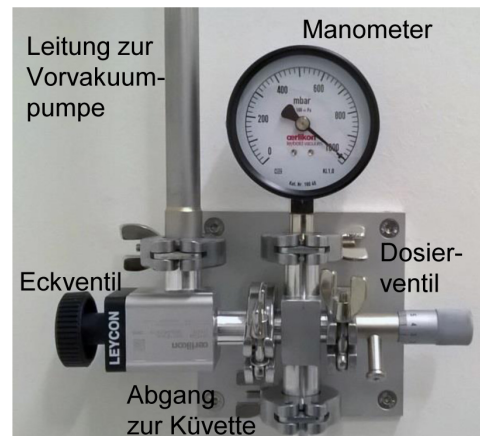

Abb. 2: Vakuumsystem für Messplätze
- Zur Evakuierung der Küvette nutzen Sie das Vakuumsystem (s. Abb. 2)